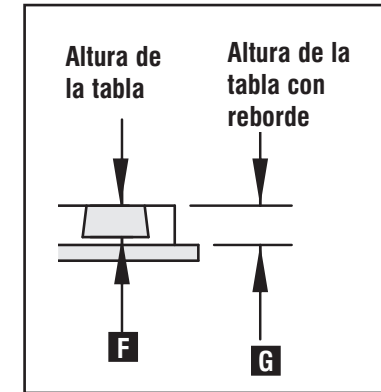

Fig. G7
NOTA: Recuerde que la altura de la cola (F) Fig. G7 (o profundidad de la broca de la rebajadora) no puede ser mayor que la altura del reborde (G).